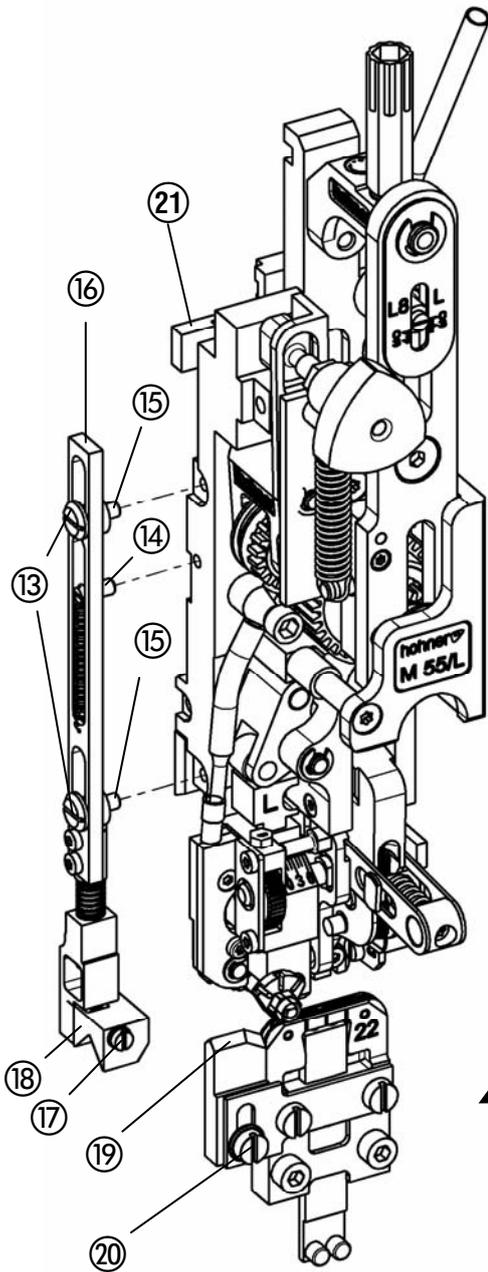

Abb. 16
- Abb. 16 - siehe auch Ersatzteilliste/Optionen Seite Opt. 7.
- Zum Montieren des Niederhalters, Federbolzen ⑭ in die Bohrung am Heftkopf eindrehen.
- Zugfeder in Federbolzen ⑭ und Gestänge ⑮ einhängen.
- Niederhalter durch Eindrehen der Befestigungsschraube ⑬ mit Gestänge ⑮ und Bundbuchsen ⑰ am Heftkopf fixieren.
- Einbau des Mitnehmers ⑳ am Hauptschieber – siehe Ersatzteilliste/Option Seite Opt. 7
- Abb. 16 -